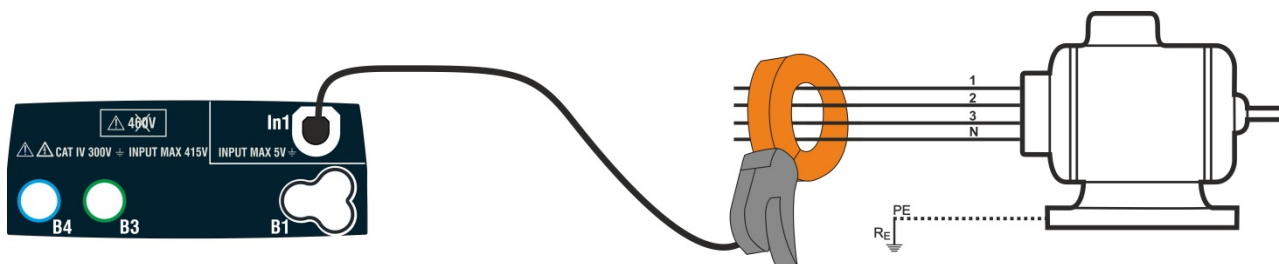
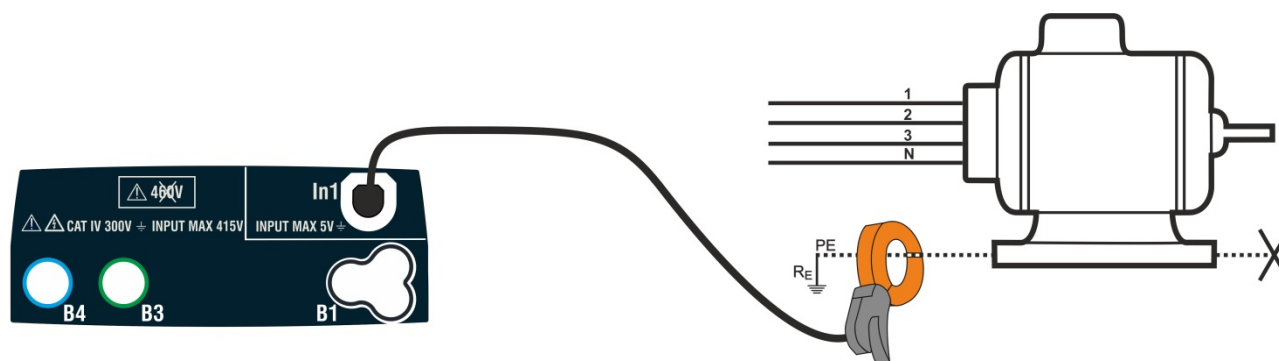

Fig. 37: Medição de corrente de fuga indireta em sistemas trifásicos
Fig. 38: Medição direta da corrente de fuga em sistemas trifásicos
4. Para medições indiretas de corrente de fuga, ligar a pinça externa de acordo com a Fig. 37. Para medição direta da corrente de fuga, ligar a pinça de acordo com a Fig. 38 e desligar quaisquer ligações de terra adicionais que possam afetar os resultados do teste.